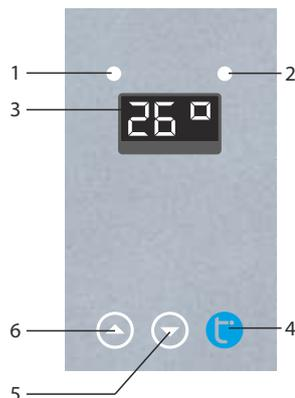

Рис. 15
1. При первом запуске в работу или после длительного перерыва в эксплуатации водонагревателя, заполните его водой, для чего откройте запорный кран подачи холодной воды и убедитесь, что на выходе воды в точке потребления устойчиво течет холодная вода, после чего включите электропитание прибора, при этом на панели управления заморгает индикатор питания 1 (см. рис. 15).
2. Для включения прибора нажмите кнопку «» на панели управления, при этом индикатор питания 1 (см. рис. 15) будет гореть постоянно.
4. Поток воды контролируется краном на входе или на выходе воды из водонагревателя. При наличии протока и давления воды не менее 0,1 МПа включение нагрева происходит автоматически (если прибор включен), при этом загорается индикатор нагрева 2 на панели управления (см. рис. 15).
7. Для выключения водонагревателя можно закрыть проток воды на входе или на выходе из прибора, электронный датчик протока автоматически разомкнёт цепь подачи электроэнергии к нагревательному элементу, при этом погаснет индикатор нагрева 2 на панели управления (см. рис. 15), а индикатор питания 1 будет моргать. Для последующего включения нагрева достаточно вновь открыть кран подачи или выхода воды.